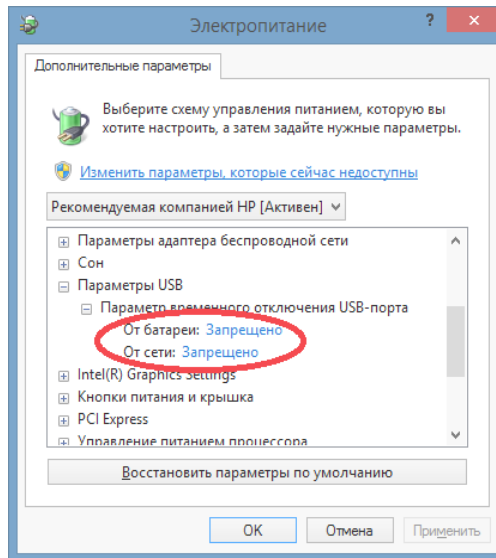

Рисунок 13
4) в дереве открывшегося окна развернуть ветку «Параметры USB» -> «Параметр временного отключения USB-порта» и для всех пунктов задать значение «Запрещено» (рисунок 13);